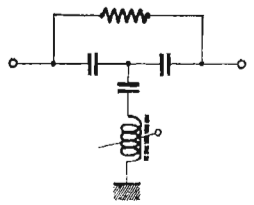

FIG. 6
2. Ce circuit F.I. ne peut évidemment prétendre donner la réjection nécessaire sur la fréquence son du canal adjacent inférieur (31,2 MHz). Il est alors possible d'insérer au point C un réjecteur (voir fig. 6).